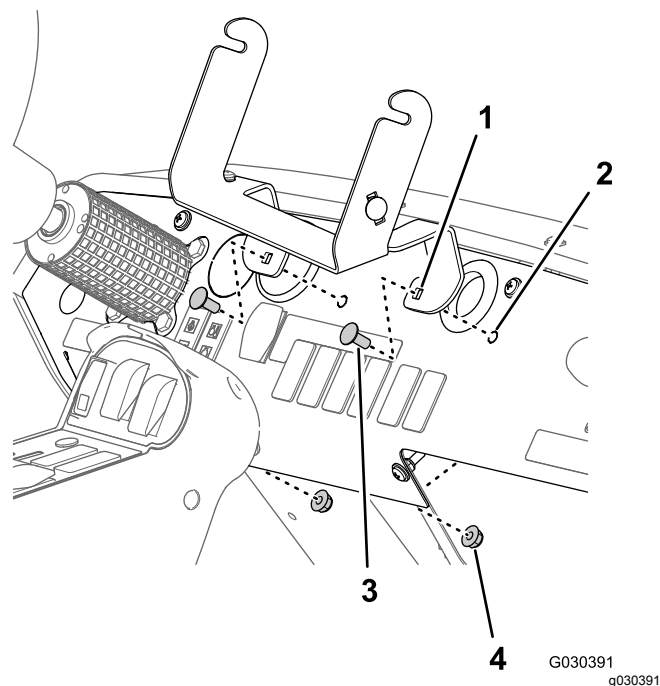

Figure 7
6. Retirez les 2 boulons de carrosserie (5/16" x 3/4") et les 2 contre-écrous à embase (5/16") qui fixent le support à la planche de bord, et déposez le support de la machine (Figure 7)